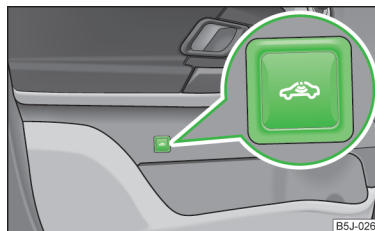

Fig. 17
- Apăsați tasta cu simbolul  » fig. 17 de pe portiera șoferului.